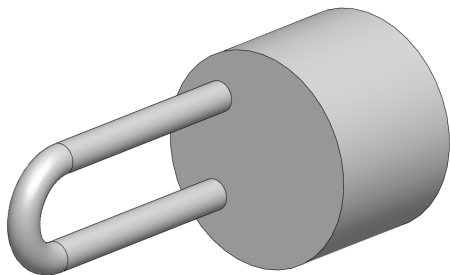

图 16-7 创建扫描特征
(4) 单击【确定】按钮, 即可创建扫描特征, 如图 16-7 所示。